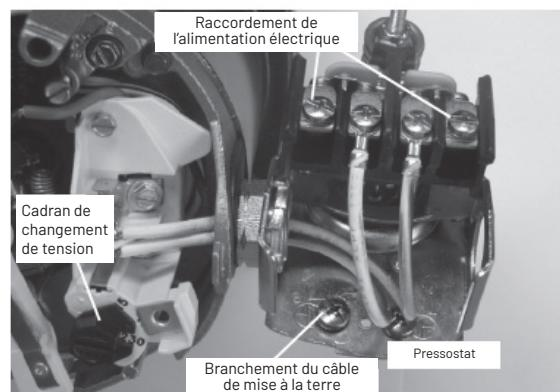

Figure 8 : Tension réglée à 230 V, type de cadran
- Fixez les fils d'alimentation entrants aux deux vis extérieures du pressostat comme illustré à la figure 8.
- Fixez le fil de terre à l'une des connexions de mise à la terre, comme illustré à la figure 8.